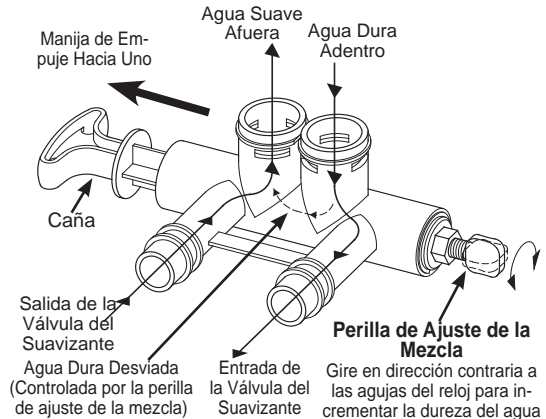

Figura 16
La perilla de ajuste de mezcla (Figura 16) le da la posibilidad de ajustar finamente la dureza del agua tratada, dejando el suavizante de agua. Si se desea un agua un poco más dura que aquella normalmente provista por el suavizante de agua, la perilla de ajuste de mezcla puede desviar un pequeño flujo de agua dura y mezclar ésta con el agua suave que entra al hogar. La cantidad de agua desviada es controlada girando una perilla de ajuste de mezcla en la tapa de la caña de la válvula.
1. Sostenga la manija de desviación para evitar que la caña de la válvula rote (lea la figura 16). Afloje la tuerca hexagonal en la perilla de ajuste de mezcla girando la tuerca hexagonal en contra de las agujas del reloj.
2. **PARA INCREMENTAR LA DUREZA:** Con la desviación en la posición del servicio (lea la figura 16), sostenga la manija para evitar que la caña de la válvula rote, y gire la perilla de ajuste de mezcla en contra de las agujas del reloj hasta 2 vueltas desde la posición cerrada. Se recomienda hacer ajustes por incrementos de un cuarto durante varias semanas, hasta que se logre el nivel de dureza deseado. **NOTA:** Una vez que se realiza un ajuste sobre la perilla de la válvula de mezcla, es posible que lleve varios días observar el cambio en la dureza del agua en los grifos o las flores del hogar. Esta demora se debe a las grandes cantidades de agua ya acondicionada en las tuberías y el calentador de agua, que se debe cambiar antes de que se observe una modificación en la dureza. Solicite que se evalúe el agua para determinar su nivel de dureza.
3. **PARA REDUCIR LA DUREZA:** Con la desviación en la posición del servicio (vea la figura 16), sostenga la manija para evitar que la caña de la válvula rote, y gire la perilla de ajuste de mezcla a favor de las agujas del reloj. Cuando la perilla ya no gire, el agua dura ya no se está mezclando en el agua suave.
4. Una vez que se logre la dureza deseada, ajuste una tuerca hexagonal (vea la figura 16) en dirección de las agujas del reloj, hasta que entre en contacto con la caña de desviación.